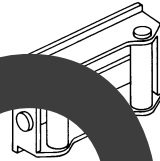

Figura 18
6. EQUIPAR EL CABRESTANTE CON UNA GUÍA DE ENTRADA CON RODILLOS reduce sustancialmente el desgaste del cable durante sesiones de tirado en ángulo (Figura 18). Los rodillos eliminan el roce pesado y las abrasiones sufridas por el cable.